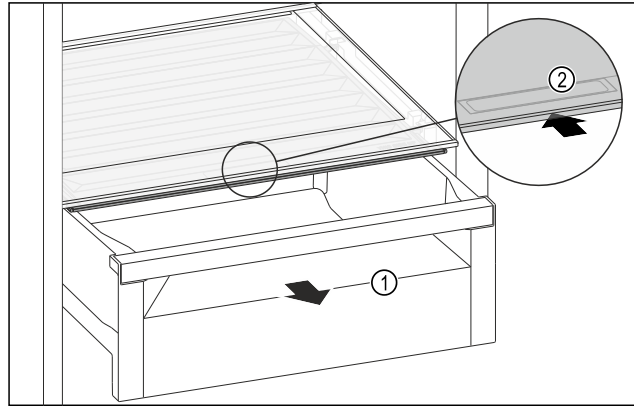

Fig. 122
- ▶ Изтеглете чекмеджето Fig. 122 (1).
- ▶ Хванете вдлъбнатия захват Fig. 122 (2) на капака на отделението и едновременно с това избутайте назад капака на отделението.